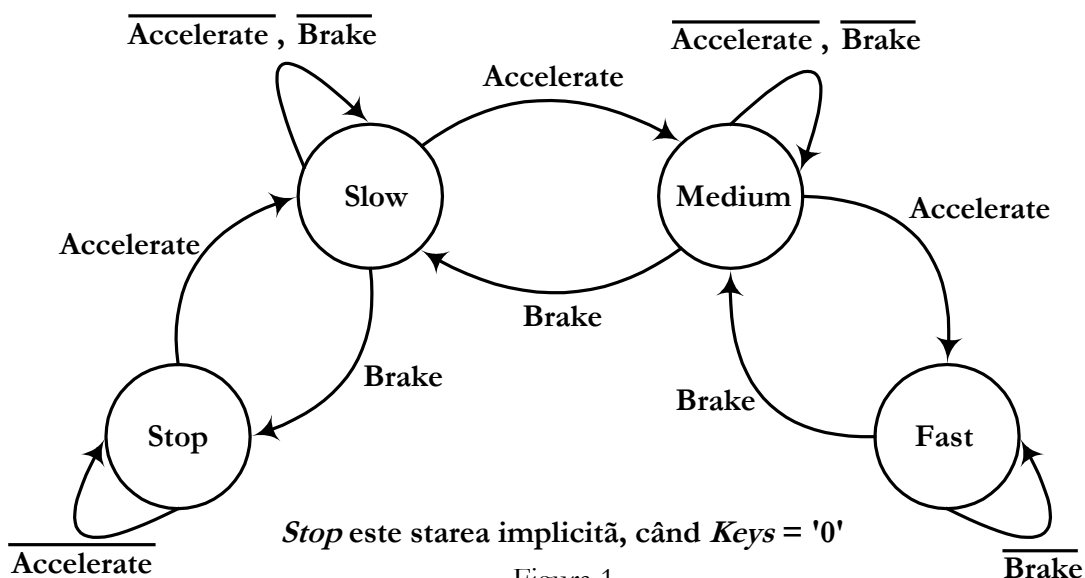
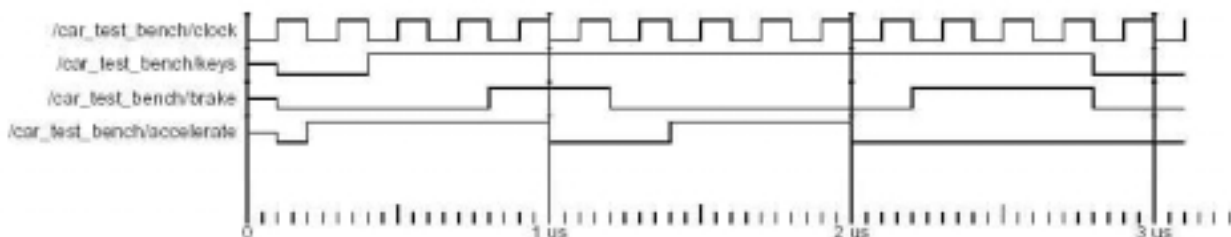

Figura 1
Figura 2
În această parte se propune studiul cu ajutorul instrumentelor FPGA Advantage a unei mașini cu stări finite (FSM), a cărei diagramă se prezintă în figura 1. În figura 2 sunt ilustrate formele de undă care stimulează FSM. Apoi se prezintă implementarea VHDL a acesteia precum și o structură de test (test bench), pe baza formelor de undă.
Observați modul de realizare a test bench-ului, având în vedere formele de undă din figura 2 și remarcăți prezența procesului pentru atribuirea secvențială de valori!
4. Precizați succesiunea de stări a FSM pentru formele de undă din figura 2!